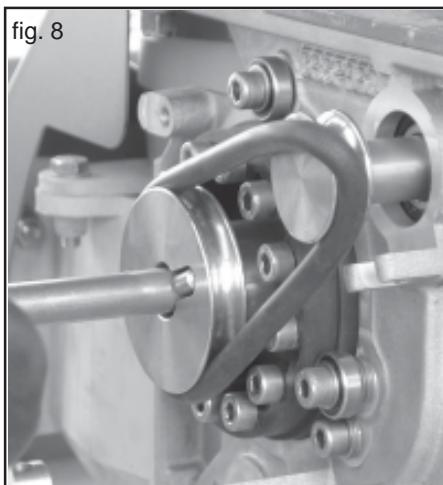

fig. 8
- Zum Abschalten der Ruehrwelle den Rundriemen ueber die Kante der Antriebsscheibe heben und auf der Gegenseite das Dosierrad leicht in Foerderrichtung drehen. Der Riemen springt ab (Abb. 8).